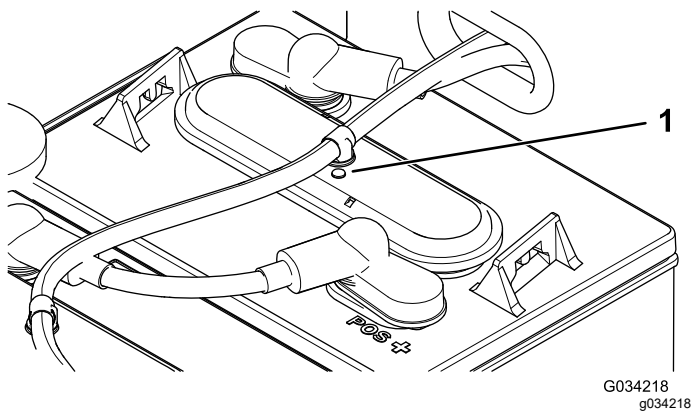

Figura 41
- Compruebe los testigos de cada una de las baterías para ver si están negros o blancos (Figura 41).